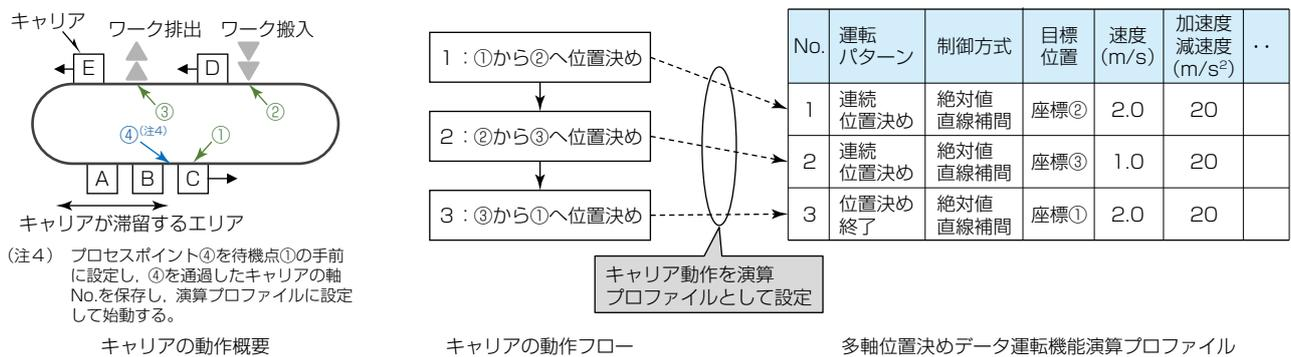

図6-多軸位置決めデータ運転機能・キャリア通過バッファの使用例
搬送システムでは、キャリアがあるプロセスポイント(図6左①)に到達すると、そのプロセスポイントをスタート地点として位置決め(演算)プロファイルを実行するような単一の運転パターンを、全てのキャリアが実行することが一般的である。このような運転パターンをキャリアごとに設定することはプログラミング量が多く、煩雑性が高くなるという課題がある。そこで、単一の運転パターンを全てのキャリアに適用させるための次の二つの機能を用意した。
キャリア運転パターン(図6左①→②→③)を一つの演算プロファイルとして設定し、その演算プロファイルを全てのキャリアに適用できる機能である。キャリアの経路を可視化でき、動作変更時は一つの演算プロファイルを変更するだけでよいため、プログラムの保守性が向上する。
(2) キャリア通過バッファ機能
プロセスポイント(パラメーターで指定したトラック上の任意座標(図6左④))を通過したキャリア軸No.を保存(バッファリング)する。保存したキャリア軸No.を、多軸位置決めデータ運転機能を始動するキャリア軸No.指定・トリガーに使うことで、キャリア軸No.を意識しないプログラミングが可能になる。
モーションユニットのリニアトラック制御用アドオンには“衝突回避機能”が備わっている。この衝突回避機能を使用することによって、キャリアの滞留が発生するエリア(図6左④)で、キャリアの衝突を防ぐための動作プログラムをユーザーが作成する必要がなくなる。